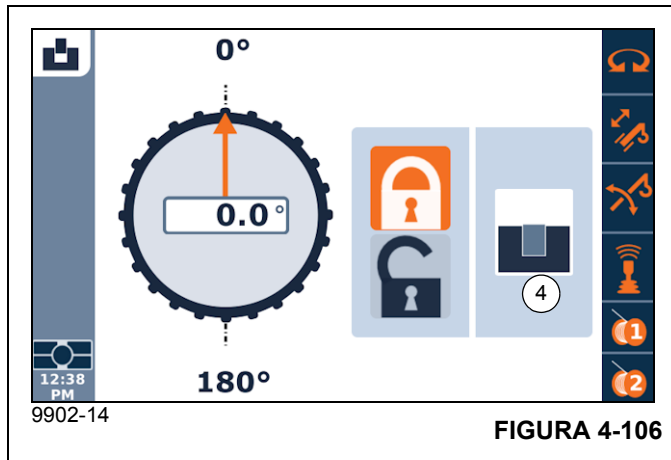

FIGURA 4-106
En Figura 4-106, el indicador de estado del bloqueo de giro (4) muestra que el bloqueo de giro está en la posición de bloqueo.
Cuando el bloqueo esté activado, aparecerá el indicador de estado de bloqueo (4, Figura 4-106).